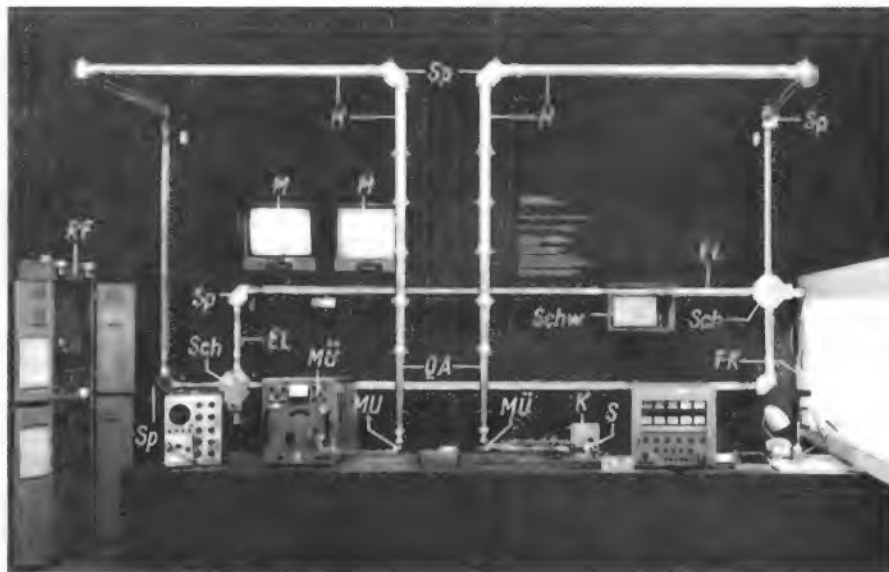

Bild 11. Hohlkabelstudio der Deutschen Bundespost auf der Internationalen Verkehrsausstellung 1965 in München. Erläuterung der Bezeichnungen im Text
Mit der Anlage (Bild 11) wurde auf der Internationalen Verkehrsausstellung in München die Übertragung breitbandiger Signale (Fernsehbild) in dämpfungsarmen Hohlkabeln mit der  $H_{01}$ -Welle demonstriert. Als Hohlkabel dienten runde Rohre (H) von 70 mm Innendurchmesser und kleinen mechanischen Toleranzen, die aus einer Aluminiumlegierung bestanden. Zur Verringerung der Störmodenamplitude hatten die Al-Rohre an der inneren Wand einen dünnen dielektrischen Belag von etwa  $50 \mu\text{m}$  Stärke mit einer Dielektrizitätskonstanten von  $\epsilon \approx 3$  und einem dielektrischen Verlustwinkel von  $\tan \delta \approx 10^{-4}$ .